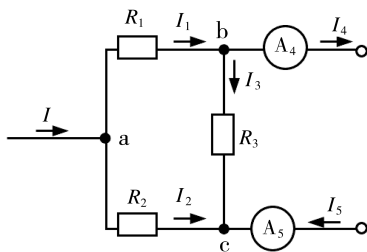

图 1-23 第 2 题图
2. 在图 1-23 所示的电路中, 已知电流 $I=10\ \text{mA}$, $I_1=6\ \text{mA}$, $R_1=3\ \text{k}\Omega$, $R_2=1\ \text{k}\Omega$, $R_3=2\ \text{k}\Omega$ 。问电流表 A_4 和 A_5 的读数分别是多少?